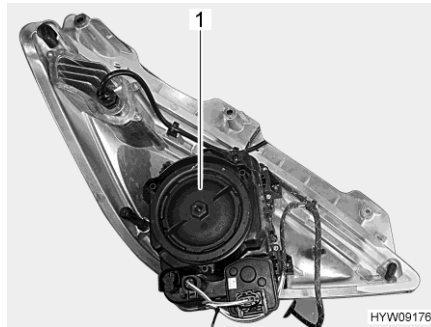

Fig. 235 Faro anteriore (lato posteriore)
- Ruotare il coperchio dell'involucro (Fig. 235,1) in senso antiorario e rimuoverlo.
- Posizionare il coperchio dell'alloggiamento (Fig. 235,1) e ruotarlo in senso orario fino a bloccarlo.